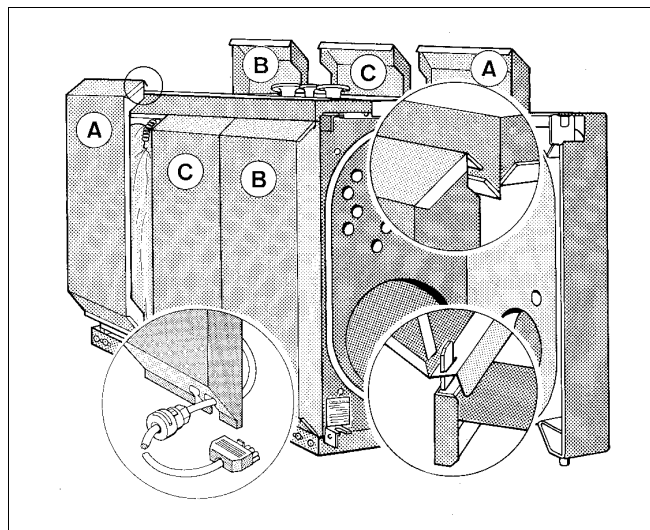

Fig. 14 Montaj cablu arzător
- Introduceți cablul arzătorului cu trenul de detensionare de jos în fanta peretelui lateral, astfel încât acesta să încapă în fantă (Fig. 14).
- Prin rotirea tecii de material plastic, cablul arzătorului se fixează în trenul de detensionare (Fig. 14).
Țineți cont de marcajul de pe pereții laterali (Fig. 14).
La mărimile de cazane 230 și 310 se vor monta numai 2 pereți laterali, iar peretele lateral cu inscripția C va fi înlăturat (Fig. 14).
- Introduceți câte 2 respectiv 3 părți de perete în dreapta și în stânga jos cu fantele în eclisele cadrelor laterale și atârnați-le sus în cantul de la carcasa laterală a cazanului (Fig. 14).